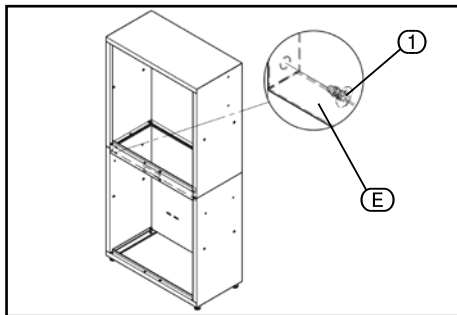

FIG. 4
8.4 TALL CABINET SHELVES – FIGS. 4 & 5